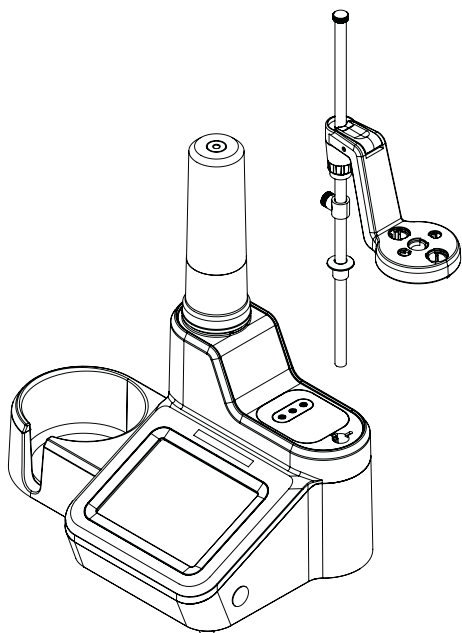

Figure 2. Fixation de la tige du support d'électrodes
1. Installez la tige du support d'électrodes en l'insérant dans l'ouverture en haut du titrateur puis alignez les encoches de la tige avec les rainures du support. Reportez-vous à la **Figure 2**.